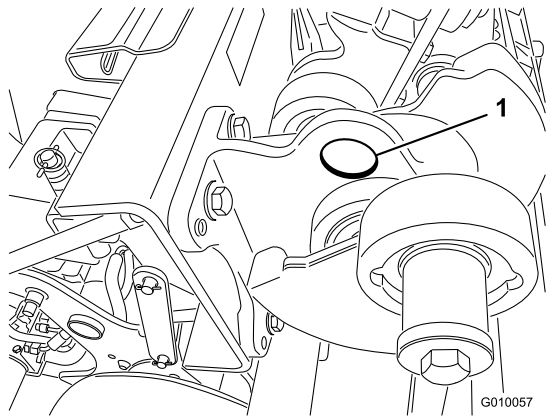

Figure 43
**Remarque:** Le cas échéant, un dispositif de levage peut être utilisé pour soulever l'arrière de la machine. Utilisez les œillets des logements de roulements de la tête d'aération comme points de levage (Figure 43)